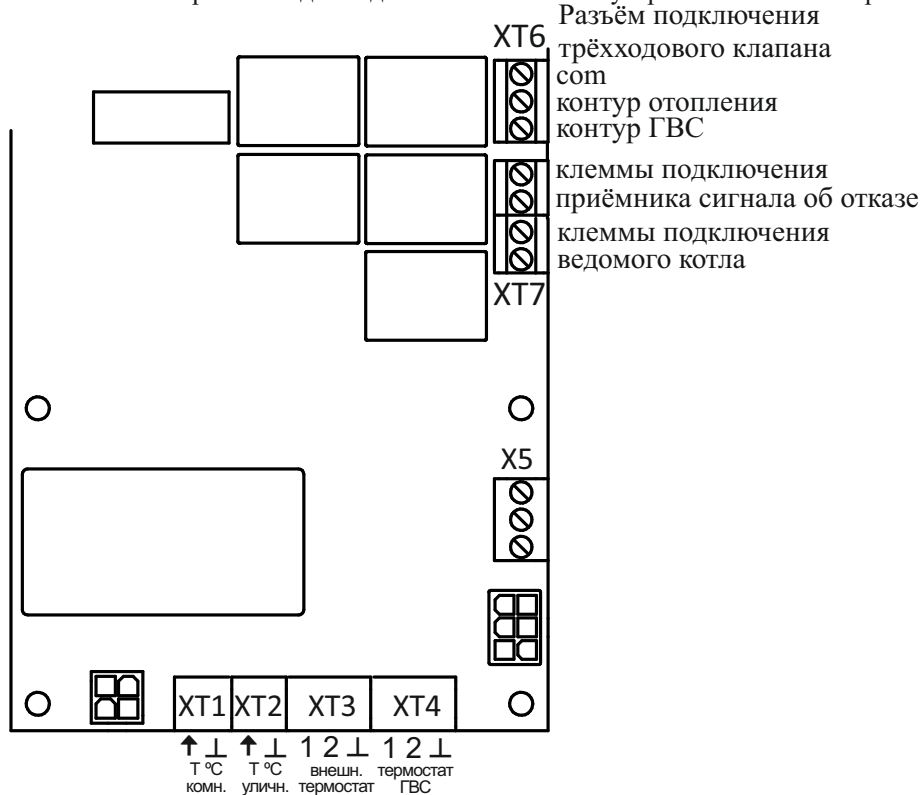

Рисунок 5. Подключение к разъёмам на плате.
Расположение разъёмов для подключения внешних устройств показано на рис. 5.
5.10.3 **разъём ХТ3** предназначен для подключения внешнего термостата, ведущего котла или управляющих контактов системы управления температурой помещения (MY HEAT GSM, MY HEAT SMART или аналогичной). Для включения нагрева крайние контакты разъёма (1 и ⊥) должны замкнуться, для отключения – разомкнуться. Трёхпроводной термостат следует подключить в соответствии с рис. 5. В случае применения нормально замкнутого (нагрев до размыкания) двухпроводного внешнего воздушного термостата (или ведущего котла), подключаемого к контактам 1 и 2, контакты 2 и ⊥ должны быть соединены перемычкой. Срабатывание термостата вызовет отключение нагрева. При обратном срабатывании нагрев возобновится с параметрами, сохранёнными при отключении.
5.10.4 **разъём ХТ4** предназначен для подключения устройства контроля температуры косвенного водонагревателя, например модуля управления ГВС EVAN AQUA. В качестве устройства может выступать трёхконтактный термостат (подключаемый в соответствии с рис. 5), нормально замкнутый (нагрев до размыкания) двухконтактный термостат (подключаемый к контактам 1 и ⊥) или NTC-датчик 10 кОм (подключаемый к контактам 2 и ⊥).